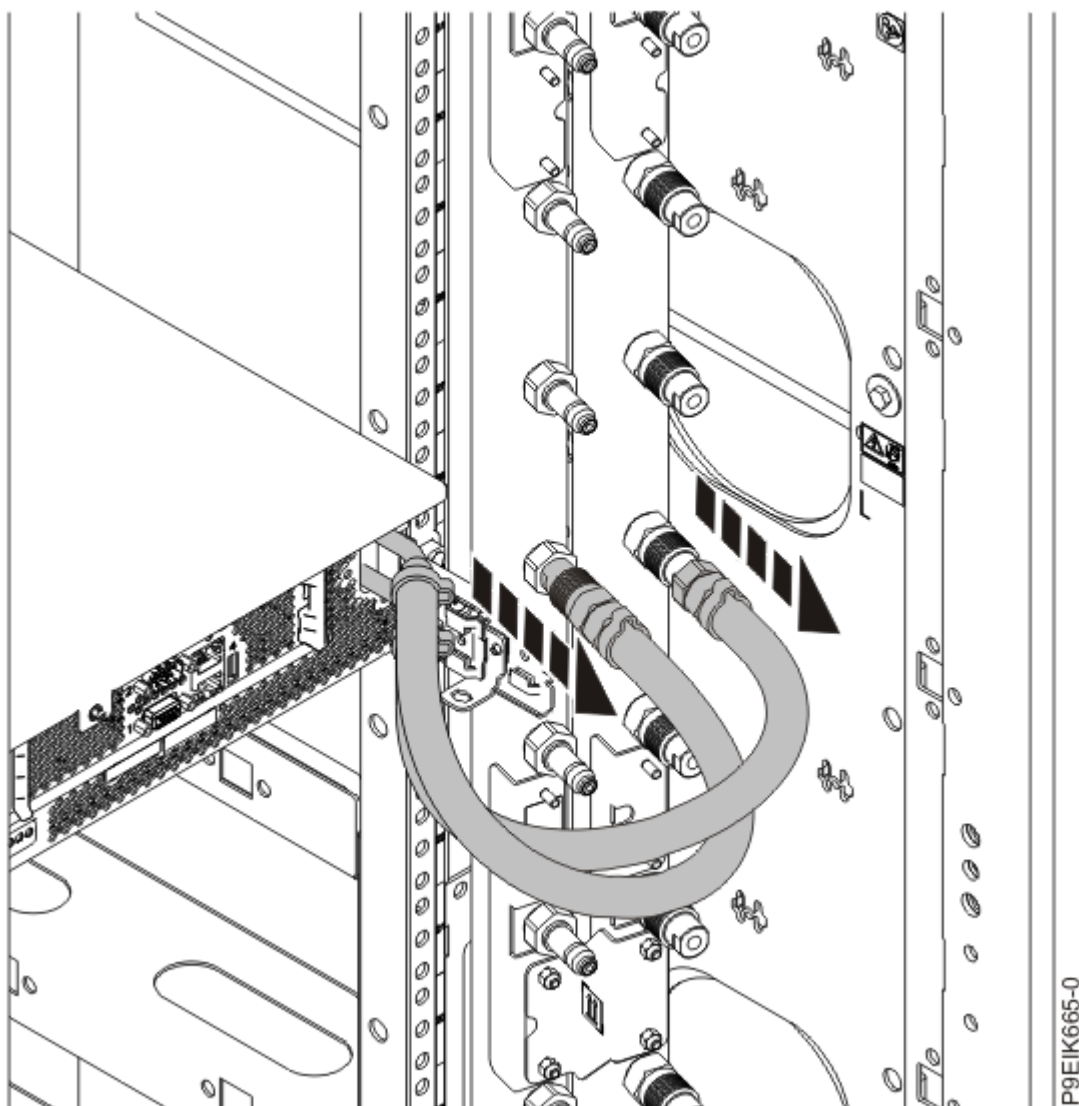

図 44. 冷却水ホースの切り離し
2. 水冷システムの場合、マニフォールドの位置で冷却水ホースにラベルを付け、ホースを切り離します。連結部を手前に引いて、冷却水ホースを切り離してください (88 ページの図 44 を参照)。